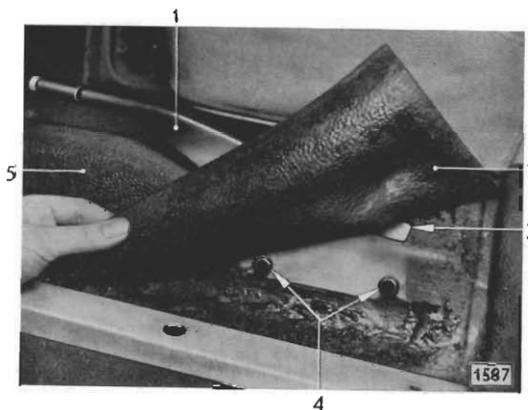

Bild 39 - Zusammenbau Handbremshebel am Gelenkwellentunnel befestigt
5. Bodenmatte (39/2) im Bereich der Handbremshebelbefestigung, siehe Bild 39, hochklappen. Zusammenbau Handbremshebel abschrauben – zwei Sechskantschrauben (39/4), Federscheiben, Scheiben – und nach dem Wageninnern mit Handbremszugstange (38/8) aus Aussparung (39/3) im Gelenkwellentunnel herausführen.